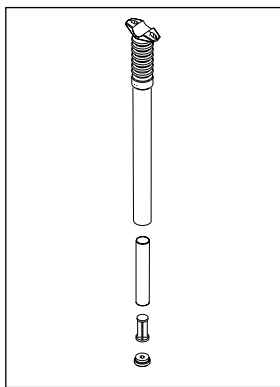

Abb. 2
- Entfernen Sie den Stopfen zum Einstellen der Vorspannung mit einem 6 mm Inbus-Schlüssel (Abb. 2).
- Entfernen Sie das Elastomer sowie jegliche Distanzstücke aus dem äußeren Rohr. Notieren Sie die Ausrichtung aller Bauteile (Abb. 2).